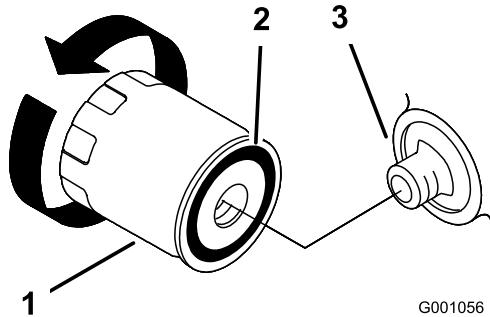

图 18
- 拆下旧滤清器并擦拭滤清器安装座垫片表面 图 18。
- 在替换滤清器的橡胶垫片上抹上一层薄薄的新鲜机油 图 18。
- 将替换机油滤清器安装到滤清器安装座上顺时针旋转机油滤清器直至橡胶垫片接触到滤清器安装座然后再将滤清器拧  $\frac{1}{2}$  至 1 圈 图 18。